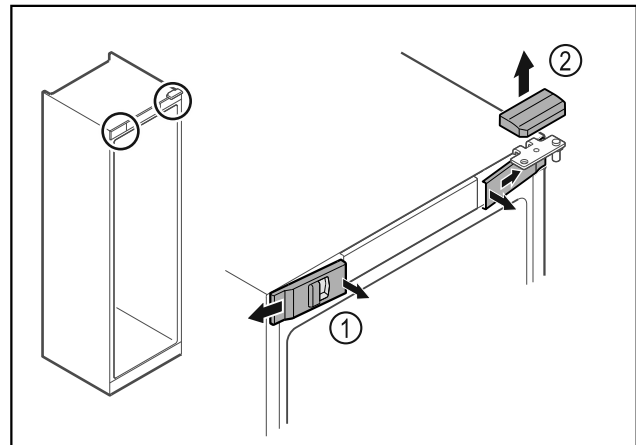

Fig. 12
- ▶ Ξεκουπώστε εσωτερικά τα μπροστινά καλύμματα Fig. 12 (1) και αφαιρέστε τα προς το πλάι.
- ▶ Αφαιρέστε προς τα επάνω το επάνω κάλυμμα Fig. 12 (2).